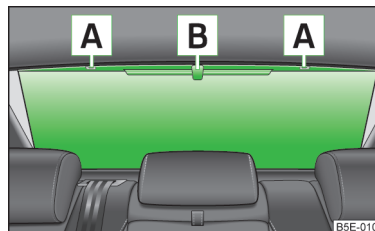

Fig. 41
- » Grab the handle B » Fig. 41.